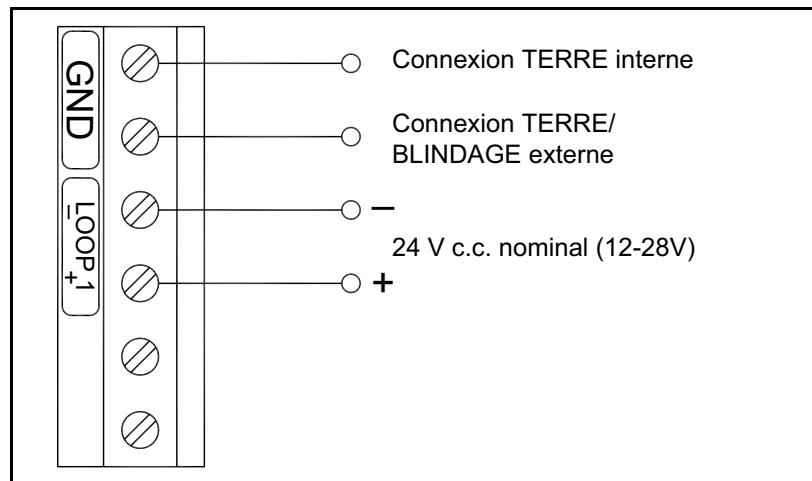

Figure 7 : Raccordements électriques - Une boucle de courant
Pour câbler le MMR31, reportez-vous à la *Figure 7* ci-dessous et procédez comme suit :
5. Raccordez les câbles aux bornes du MMR31 comme illustré à la *Figure 7* ci-dessous.